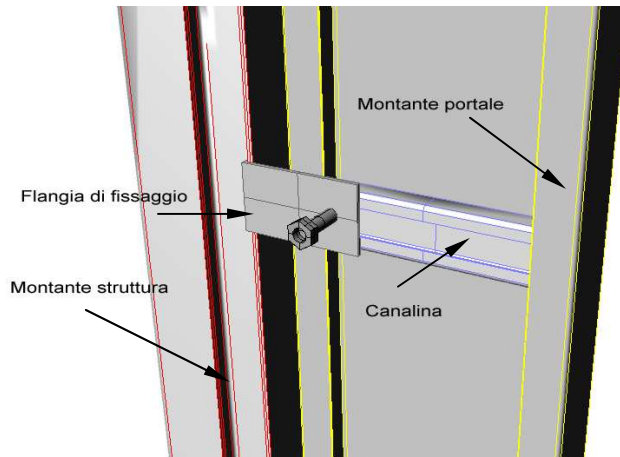

Fig. 11.10
- ✓ Fissare i montanti del portale sul montante della struttura attraverso l'utilizzo della flangia apposita e delle canaline saldate all'interno del portale come in Fig. 11.9 e Fig. 11.10